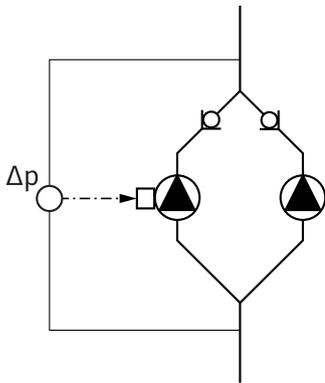

Fig. 18: Exemplo, conexão do sensor da pressão diferencial
- No exemplo da Fig. 18, a bomba Master é a da esquerda vista no sentido de circulação dos fluidos. Ligar o sensor da pressão diferencial a esta bomba.
- Os pontos de medição do sensor da pressão diferencial da bomba Master devem encontrar-se no respetivo tubo coletor do lado de aspiração e da pressão do sistema de bomba dupla (Fig. 18).